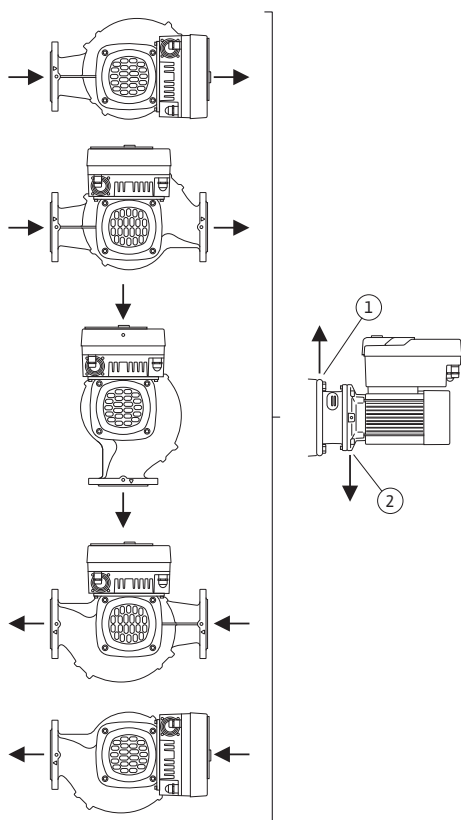

Fig. 8: Tillåtna monteringslägen med horisontell motoraxel
De tillåtna monteringslägena med horisontell motoraxel och elektronikmodul uppåt (0°) visas i Fig. 8.
Avluftning av pumpen garanteras optimalt om avluftningsventilen pekar uppåt (Fig. 8, pos. 1).
I denna position (0°) kan det kondensat som bildas föras bort via ett tillgängligt borrhål, pumplanterna samt motor (Fig. 8, pos. 2).